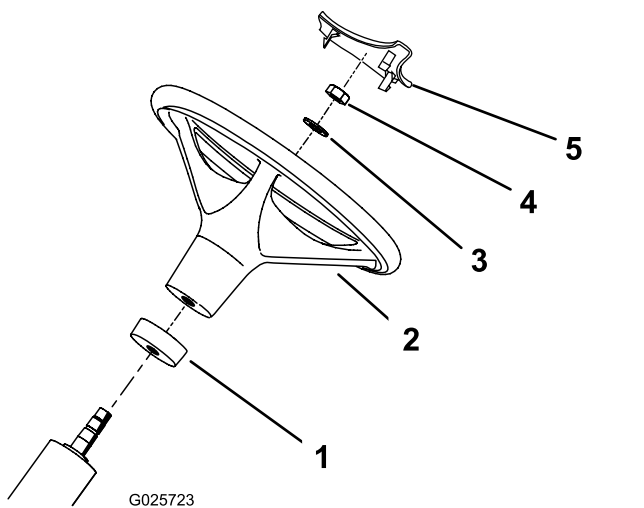

Bild 2
2. Schieben Sie den Schaumkragen auf die Lenkwelle (Bild 2).
3. Schieben Sie das Lenkrad auf die Lenkwelle (Bild 2).
4. Befestigen Sie das Lenkrad mit einer Scheibe und Sicherungsmutter an der Lenkwelle (Bild 2).
6. Drücken Sie die Abdeckung für das Lenkrad in der richtigen Position auf das Lenkrad (Bild 2).